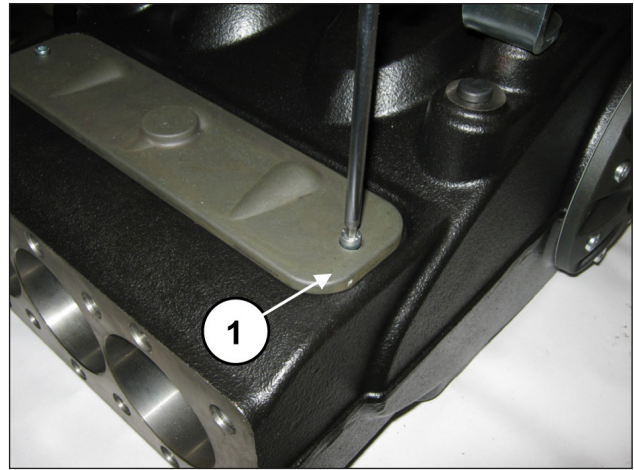
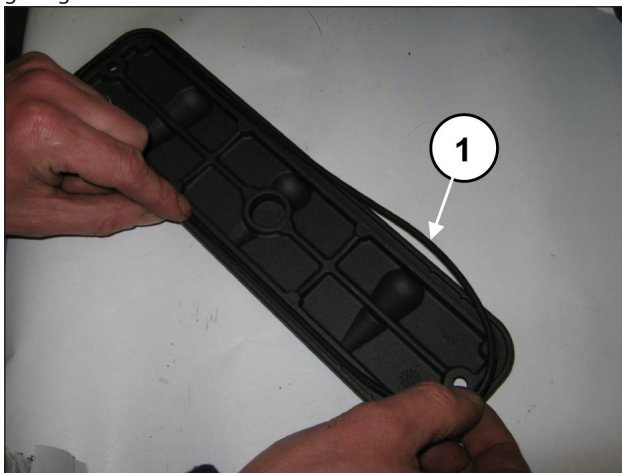

Abb. 92
Abb. 91
Montieren Sie Inspektionsdeckel mit dem O-Ring (Pos. ①, Abb. 91) und ziehen Sie die Deckel anhand von 2+2 Schrauben M6x14 fest (Pos. ①, Abb. 92).